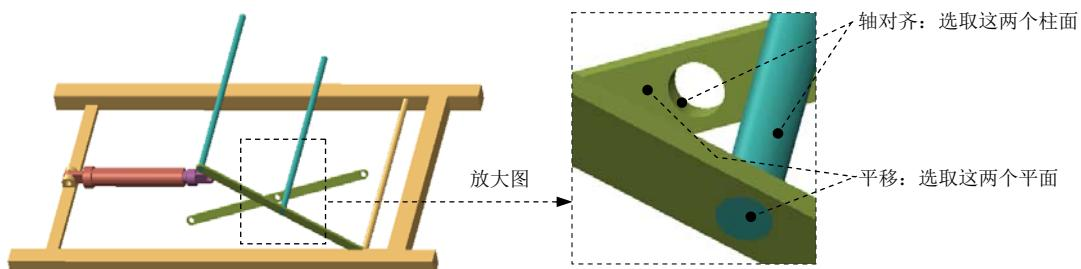

图 3.17.24 创建销 (Pin) 连接
Step1. 引入连杆元件 ROD.prt, 并将其调整到图 3.17.24 所示的位置。
- (1) 在“元件放置”操控板的机械连接约束列表中选择 销 选项。
- (2) 定义“轴对齐”约束。单击操控板中的 **放置** 按钮，分别选取图 3.17.24 中的两个柱面为“轴对齐”约束参考，此时 **放置** 界面如图 3.17.25 所示。
- (3) 定义“平移”约束。在 **约束类型** 下拉列表中选择 距离 选项，分别选取图 3.17.24 中的两个平面为“平移”约束参考，偏移距离值为 -5，此时 **放置** 界面如图 3.17.26 所示。